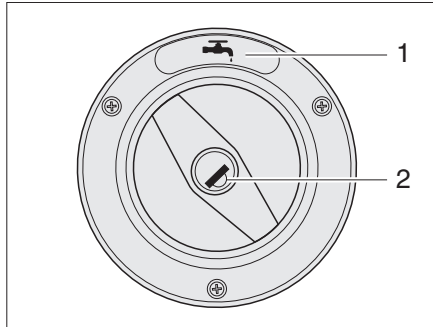
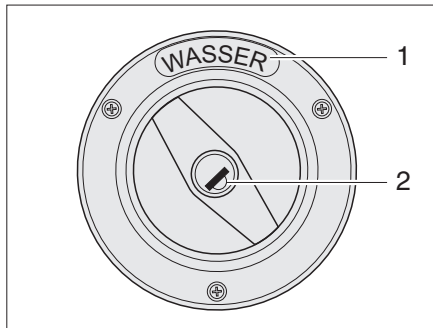

Bild 15 Locket på påfyllningsöppningen för färskvatten (variant 1)
Bild 16 Locket på påfyllningsöppningen för färskvatten (variant 2)
Påfyllningsöppningen för färskvatten är märkt med symbolen "  " (Bild 15,1) eller texten "WASSER" ("VATTEN") (Bild 16,1).
- ▶ Stick in nyckeln i låscylindern (Bild 15,2 eller Bild 16,2) och vrid moturs.